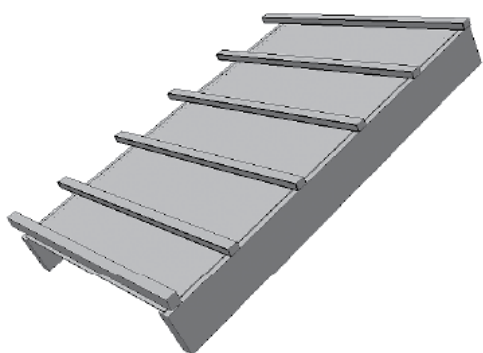

Bild 1.
**1.** Underlag av fribärande läkt (se bild 1):